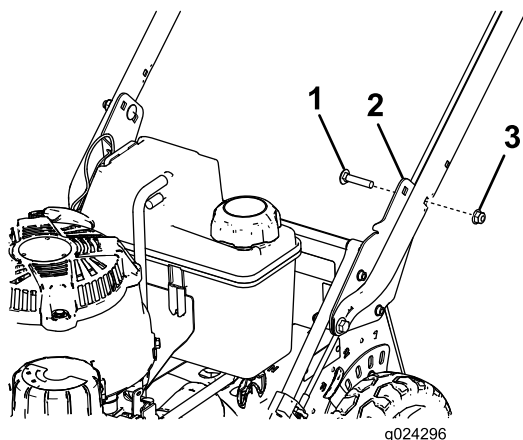

Bild 5
5. Befestigen Sie den Bügel mit zwei Schlossschrauben (5/16" x 1-1/2") und zwei Bundmutter (5/16") am Mähergehäuse an der gewünschten Bügelhöhe an den Bügelhalterungen, wie in Bild 5 abgebildet.